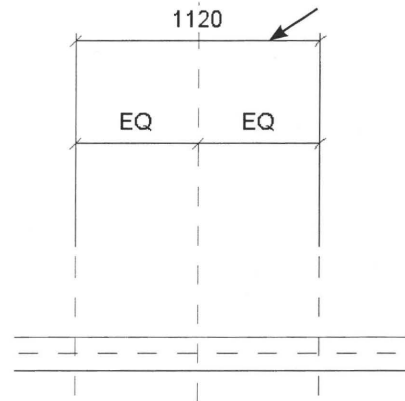

Fig. 08.77. Sæt en målkæde mere på de to nye *Reference Planes*.
- Sæt et mål mere på mellem de to yderste *Reference Planes* (Fig. 08.77).